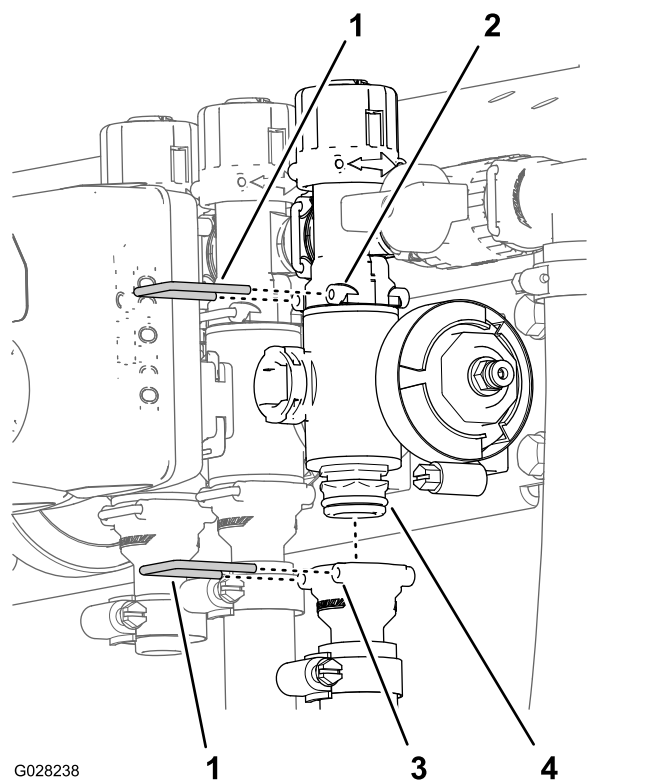

図 105
2. 出口フィッティングを個別ブームバルブ用マニホールドに固定しているリテーナ、およびバルブマニホールドをバイパスフィッティングに固定しているリテーナを外す 図 105。